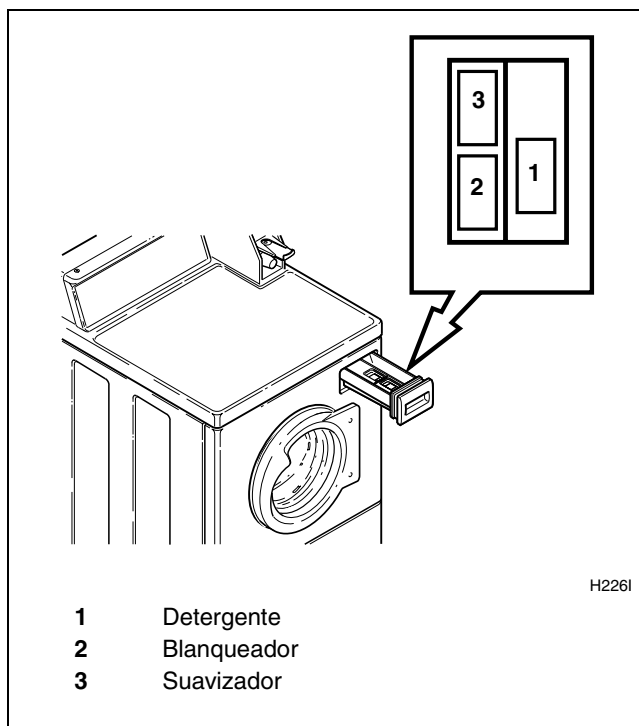

Figura 18
Abra la gaveta del surtidor. Mida y agregue detergente de baja espuma (1) blanqueador (2) y suavizador de tela (3) a la gaveta del surtidor (consulte la *Figura 18*). Cierre la gaveta del surtidor.